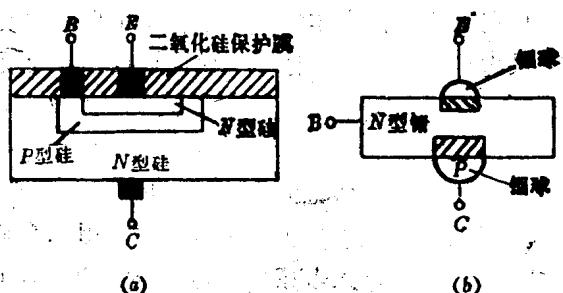
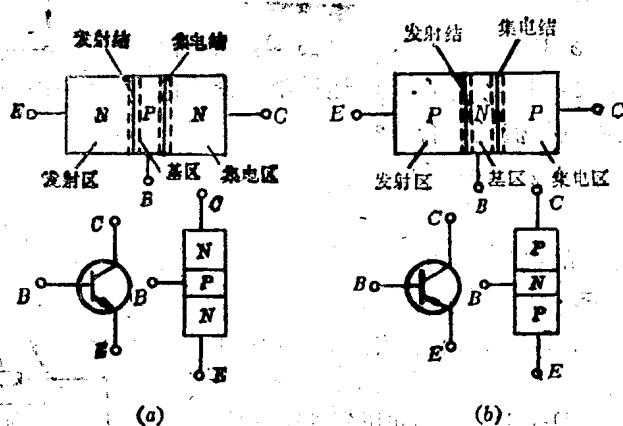

图1-24 晶体管的结构 (a)平面型; (b)合金型。
图1-25 晶体管的结构示意图及表示符号 (a)NPN型; (b)PNP型。
目前我国生产的晶体管主要有两种结构。图1-24(a)所示的是硅平面管(3D系列)，图1-24(b)所示的是锗合金管(3A系列)。不论平面型或合金型，都分成NPN或PNP三层，因此，又把晶体管分成NPN型和PNP型两类。它们的核心部分都是两种PN结。其结构示意图和表示符号如图1-25所示。
由图1-25可见，三个半导体材料区构成两个反向串联的PN结，中间一个区是两个PN结公用的，叫做基区，另外两个区一个叫发射区，一个叫集电区④。发射区与基区之间的PN结称为发射结，集电区与基区之间的PN结称为集电结。从三个区分别引出三根电极，即发射极E、基极B、集电极C。